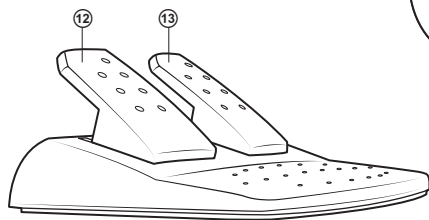

Рис. 3. Блок педалей
• Подключите к устройству блок педалей (рис. 3) с помощью встроенного в блок кабеля к разъему RJ-11 (14), а потом подключите манипулятор кабелем USB (15) к свободному порту USB компьютера.